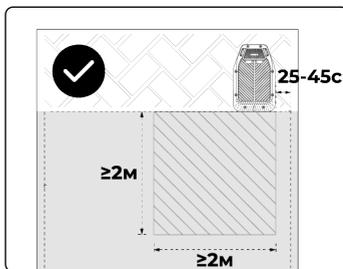

Рис. 14
- 3. Зарядную станцию можно разместить вдоль внешнего края газона. Зарядная станция должна находиться на расстоянии 25-45 см от границы. Расстояние от задней части зарядной станции до границы не должно быть менее 2 м. (Рис. 14)